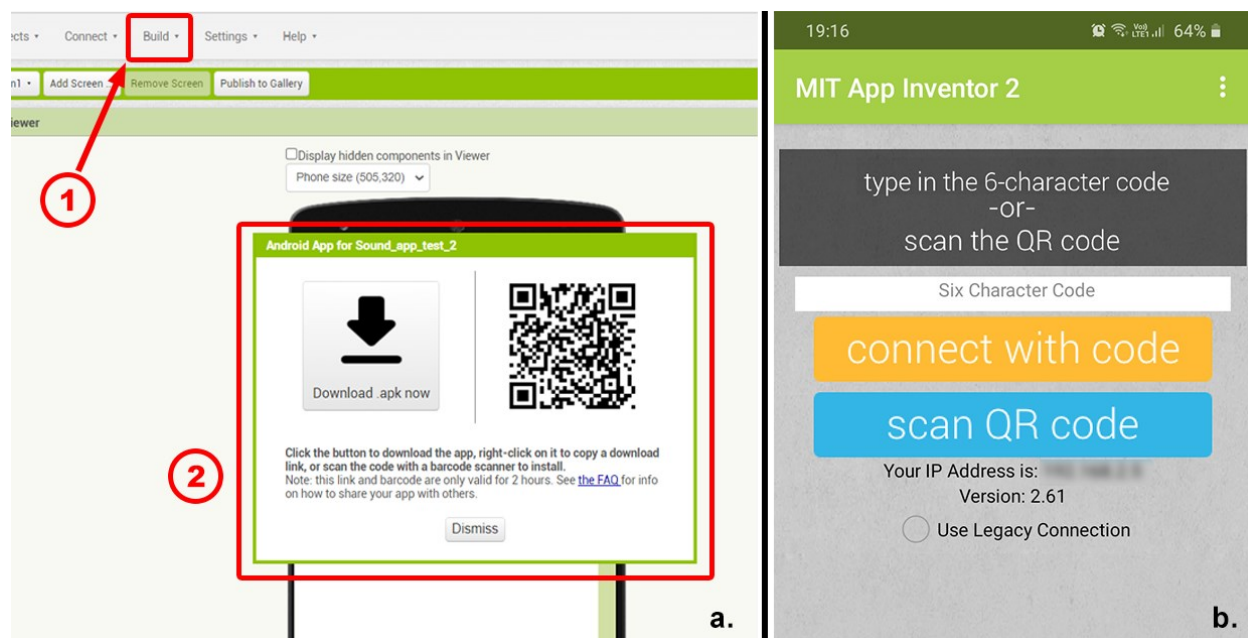

Figura 22a. Código QR produzido após a conclusão do processo de construção; b. Captura de ecrã da interface do MIT AI2 Companion
Assim, vá ao *menu Build (1)* (*Figura 22a*) e selecione "Android App (.apk)" no menu suspenso para iniciar o processo de produção do ficheiro .apk. Isto pode demorar alguns minutos.
Quando o processo de construção estiver concluído, aparecerá uma nova janela **(2)** (*Figura 22a*). O utilizador pode optar por descarregar o ficheiro .apk produzido ou pode digitalizar com o seu dispositivo inteligente o código QR incorporado, através da **aplicação MIT AI2 Companion** (*Figura 22b*), que deverá ter previamente descarregado e instalado no seu dispositivo inteligente.